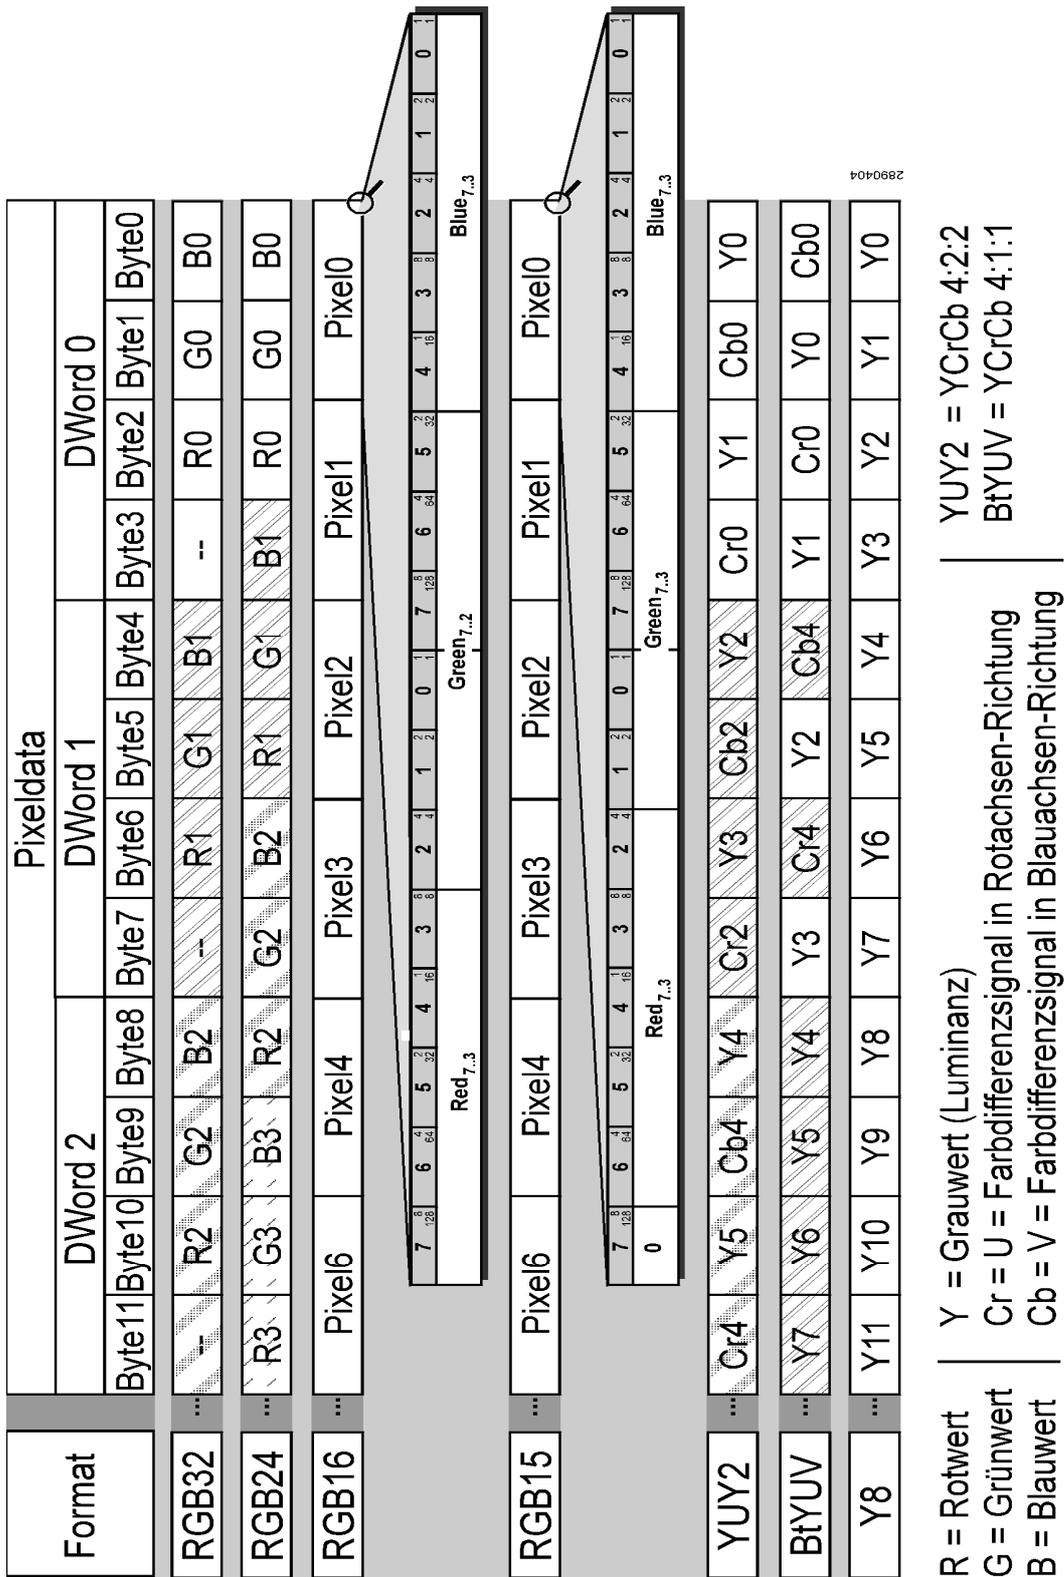

Bild 52: Farbformate des pciGrabber-4x4
Das Datenformat ist in erster Linie von der Anwendung bestimmt. Grundsätzlich sind drei Formate zu unterscheiden, die teilweise nochmals in Unterformate unterteilt sind. *Bild 52* zeigt, wie die Pixel in den einzelnen Formaten im Speicher abgelegt werden.
- Bei *RGB32* werden 32-bit, also ein Doppelwort pro Pixel benutzt. Das unterste Byte eines jeden Doppelworts enthält die Blau-Information (8-bit breit), das zweite Grün- und das dritte die Rotwerte. Das oberste Byte enthält keine Information. Es wird lediglich eingefügt, damit die Zuordnung von einem Pixel zu einem Doppelwort erreicht wird: Mit jeder DWort-Grenze beginnt auch ein neues Pixel (zusammengehörige Information ist in *Bild 52* in gleicher Weise schraffiert). Das Alignment auf DWords hat gegebenenfalls den Vorteil, dass schnellere Zugriffsbefehle benutzt werden können. Die Farbtiefe beträgt 16 Mio. Farben ($2^{38} = 16777 \cdot 10^6$).
- *RGB16* hat eine geringere Farbauflösung. In diesem Format werden jeweils fünf Bit für Blau und Rot-Kanal verwendet, der Grün-Kanal verfügt über sechs Bit. Die Farbtiefe beträgt damit 65.536 Farben ($2^5 \cdot 2^5 \cdot 2^6 = 65536$). Der Speicherplatzbedarf eines Pixels beträgt dementsprechend 16-bit = 1 Wort. In *Bild 52* ist die Aufteilung des Worts in die drei Farbkanäle gezeigt.
- **RGB15:** Die Aufteilung entspricht dem RGB16-System, jedoch ist die Farbtiefe für alle drei Farbkanäle gleich (je 5-bit = 32 Stufen). Daraus ergeben sich 32.818 darstellbare Farben. Insgesamt werden nur 15-bit benötigt, wodurch das oberste Bit eines jeden Wortes unbenutzt bleibt. Es enthält den Wert 0 (siehe *Bild 52*).
- **BtYUV :** Entspricht YCrCb 4:1:1. Vier Pixel teilen sich eine Farbinformation. Die Anordnung der Information im Speicher ist aus *Bild 52* zu ersehen. Jeweils drei DWorte sind logisch zusammengefasst. Sie enthalten die Information für acht Pixel. Dies ist die Helligkeit für jedes Pixel (Y0..Y7) und die Farbinformation des ersten (Cb0/Cr0) und fünften Pixels (Cb4/Cr4).